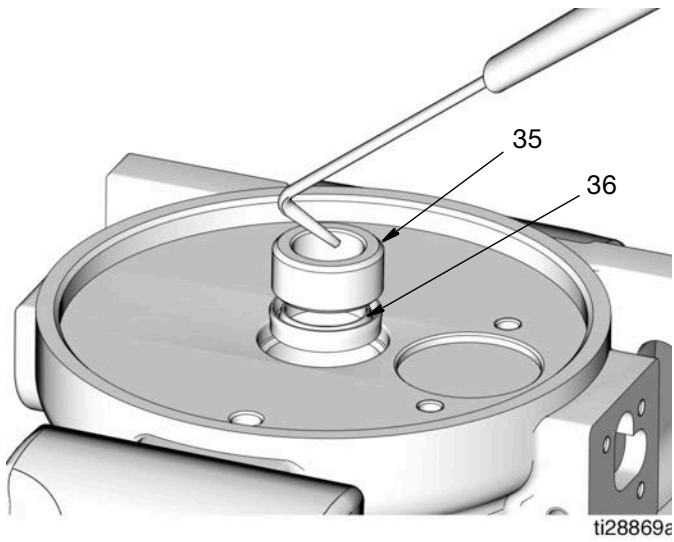

图 26
22. 使用夹子拆下套管 (35) 和 U 形杯密封 (36) (图 26)。